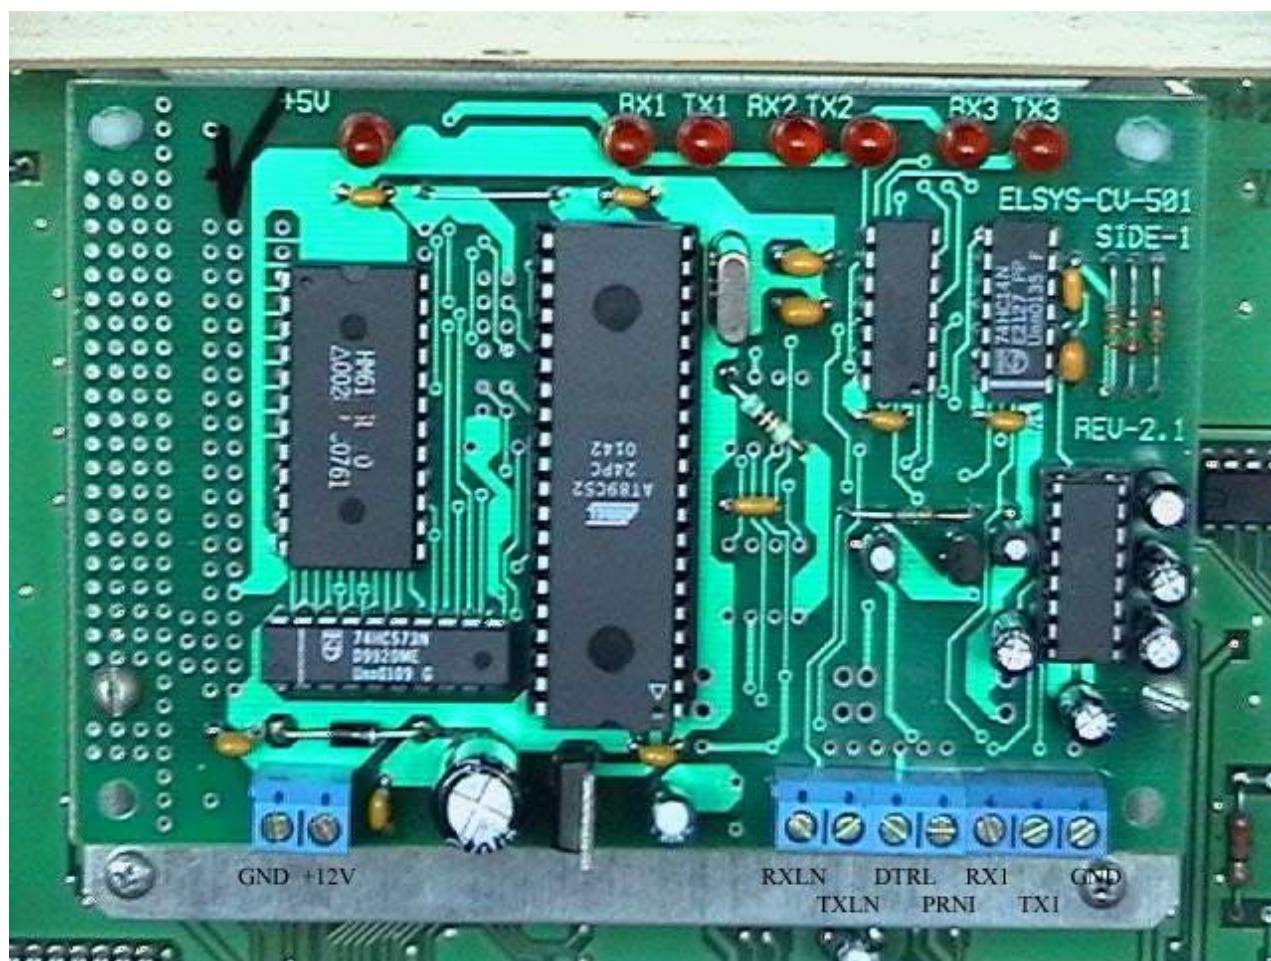

Рисунок 1
4.2 Внешний вид контроллера (вариант исполнения Elsys-CV-501-232), установленного внутри ПКП на экранирующей крышке узла процессора, расположение клеммных контактов и элементов индикации приведены на рисунке (Рисунок 1).
4.5.4 Соединить контакты контроллера с четырехпроводной линией ПКП, кабелем порта принтера ПКП (входит в комплект поставки) и кабелем линии связи с компьютером (не входит в комплект поставки) в соответствии с настоящим руководством (Рисунок 1, Таблица 1) и руководством по установке ПКП «Vista».